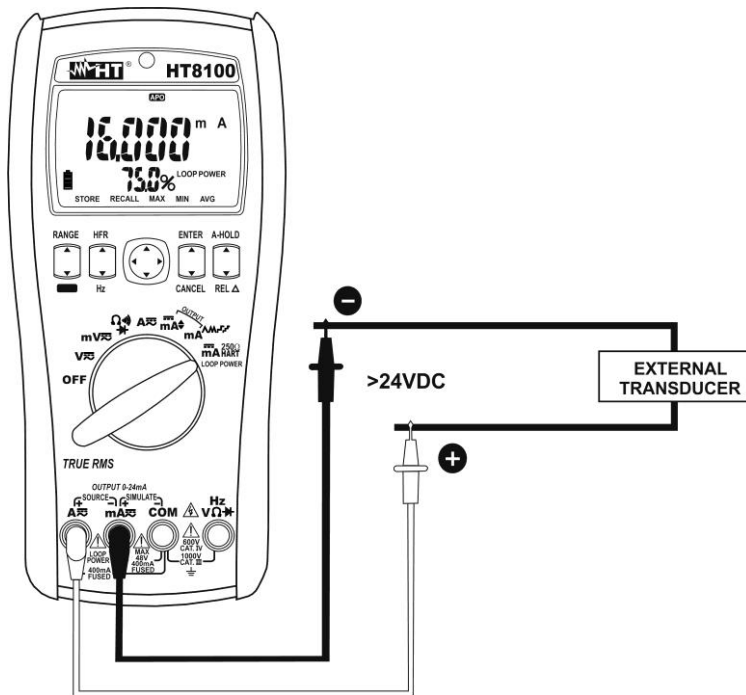

Abb. 10: Verwendung für die Messung von Ausgangs-Gleichstrom aus externen Wandlern
4. Verbinden Sie die rote und die schwarze Messleitung mit dem externen Wandler, und dabei achten Sie auf die Strompolarität und -richtung (siehe Abb. 10, Abb. 10).